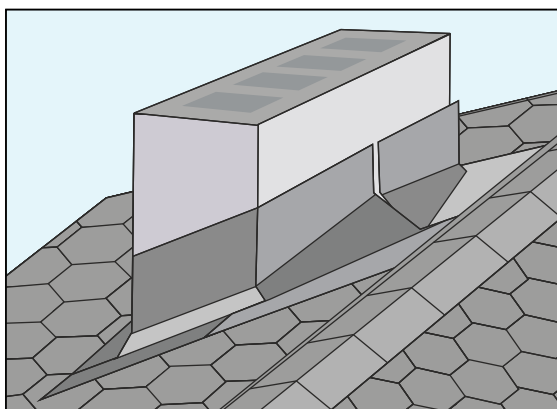
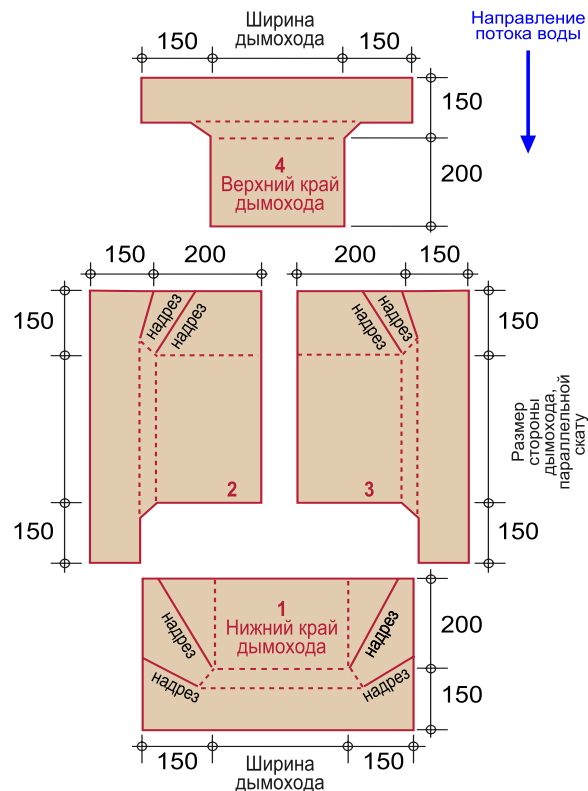

Рис. 28
Рис. 37
- Чтобы вода не скапливалась позади дымохода, рекомендуется в настиле крыши создать противоуклон в ее верхней части (рис.28). (Более подробная инструкция по устройству разуклонки представлена в разделе "Визуализации", стр. 26, Приложение 1);
- Фактический подъем выполняется ендовым ковром в соответствии с рис.28, 29, также см. стр.20, рис.37;